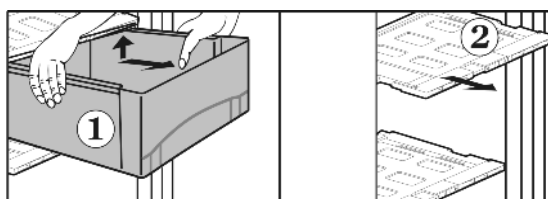

Рис. 19
- ▶ Вытащите ящик Рис. 19 (1) до упора.
- ▶ Крышка ящика Рис. 19 (2) с регулятором влажности снимается, потянув вверх и вперед.